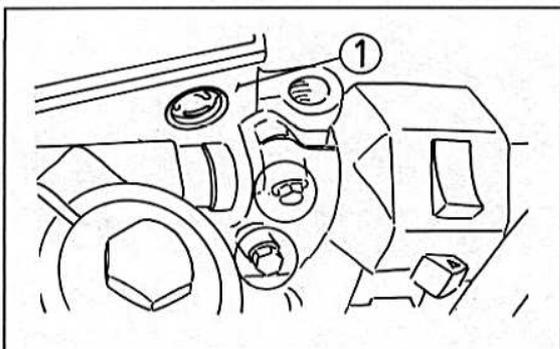

Bild 302
- Die Kolbenteile dem Zylinder entnehmen (Bild 302).